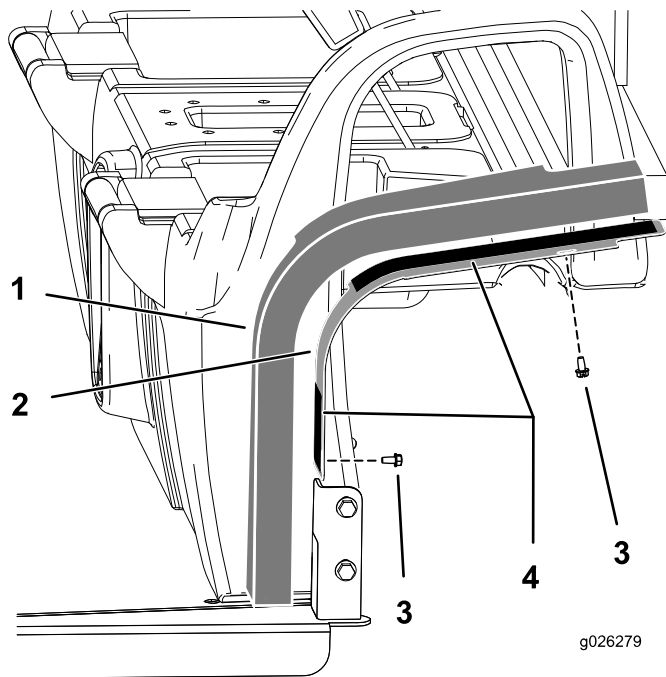

図 7
1. キャブに取り付けプレートを固定するボルト 1/4 インチ 4本を使い、図 7に示すように取り付ける。
3. 取り付けプレートに張り付けてある両面テープの裏紙をはがす 図 7。
4. 発泡樹脂パネルをアセンブリに貼り付ける 図 7。